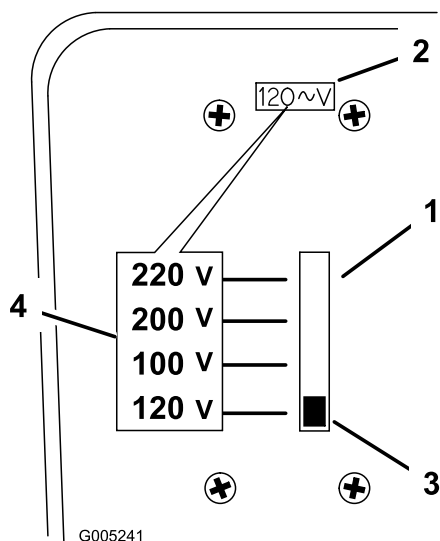

Figura 7
1. Individuate il selettore di tensione, sul retro del caricabatterie (Figura 7).
2. Regolate la tensione impostata spostando verso l'alto o il basso l'interruttore sul selettore di tensione, previsto per variare la tensione impostata (Figura 7).